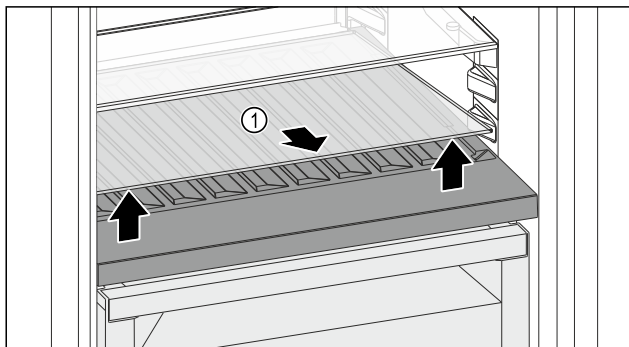

Fig. 142
- ▶ Ridicați în față și extrageți placa de sticlă Fig. 142 (1) din degajare.
- ▶ Păstrați placa de sticlă Fig. 142 (1) în siguranță în afara aparatului.